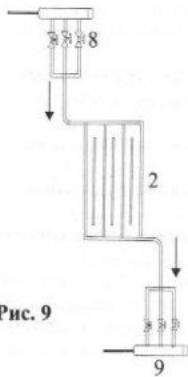

Рис. 9
2. Подающий и обратный коллекторы (Рис. 9).